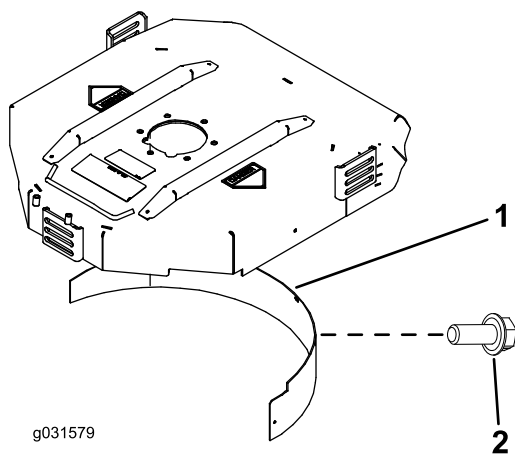

Рисунок 9
2. Установите дефлектор для мульчирования в отверстие задней стенки и закрепите его пятью болтами с фланцевой головкой (Рисунок 9).